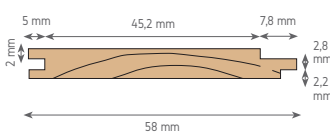

Fig. 1
- En estructuras de madera, albañilería u hormigón, se debe instalar un cadenetado base, separado como máximo cada 40 cm según la dirección de instalación del DECOFAZ (Fig. 1). Usar MSD Terminación de 2x2 en estructuras de madera o 1x2 en albañilería.